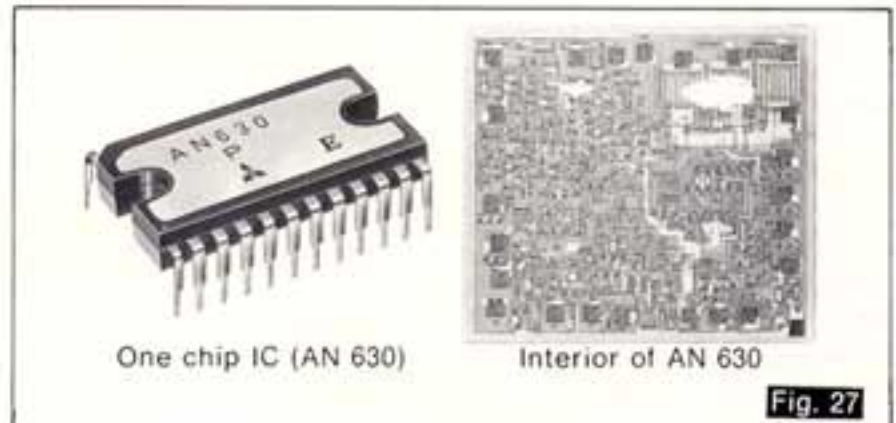

Fig. 27
- **Dependable one chip IC (See Fig. 27).**